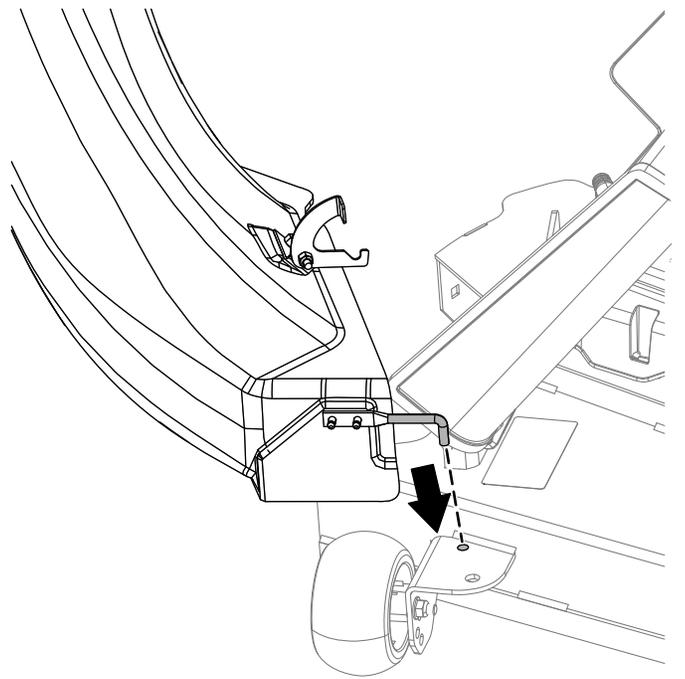

Figura 21
4. Incline el conducto e instale el pasador en el orificio de la carcasa de corte, como se muestra en la Figura 21.